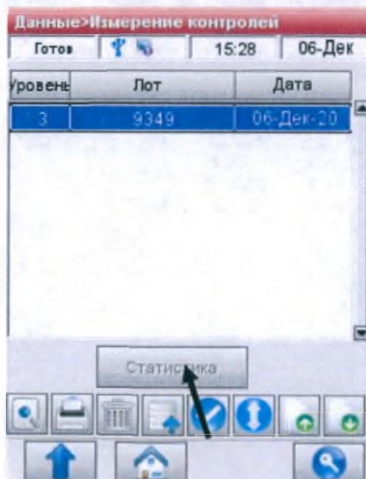

Рис.6-13 Статистика контролей
2. На экране <Данные – измерения контролей> нажмите кнопку <Статистика> (Рис.6-13).